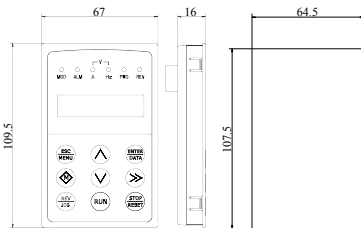

Рис.2-7 Монтажные размеры пульты управления
1. Наружный ввод дистанционного пульты управления EP-LCD2 не поддерживает установку держателя пульты, а только вмонтированный каркас с монтажными размерами согласно Рис.2-7.